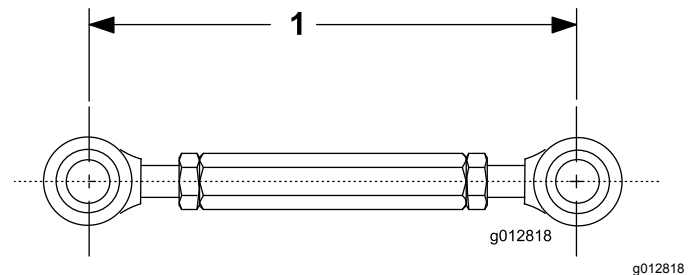

Figure 4
- Réglez la longueur de la biellette filetée à 19 cm et serrez les écrous de blocage (Figure 4).